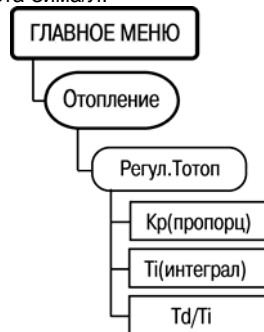

Рисунок 7.16
7.11.28 Для задания параметров, определяющих функционирование регулятора контура отопления, служит пункт меню //Отопление/Регул.Тотоп (рисунок 7.16). В этой ветви располагаются параметры ПИД-регулятора, используемые при управлении КЗР отопления с дискретным, либо аналоговым управлением. Коэффициенты могут быть определены автоматически в режиме автонастройки АНР отопл.